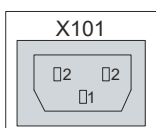

Abb. 3: Spannungsbuchse 100-240 V
Der Anschluss der Spannungsversorgung erfolgt über die Kaltgerätebuchse (X101) auf der Oberseite des Industrie-PCs. Die Belegung beinhaltet einen Schutzleiter (1), einen Neutralleiter (2) und einen Außenleiter (2) (siehe Abb. 3).